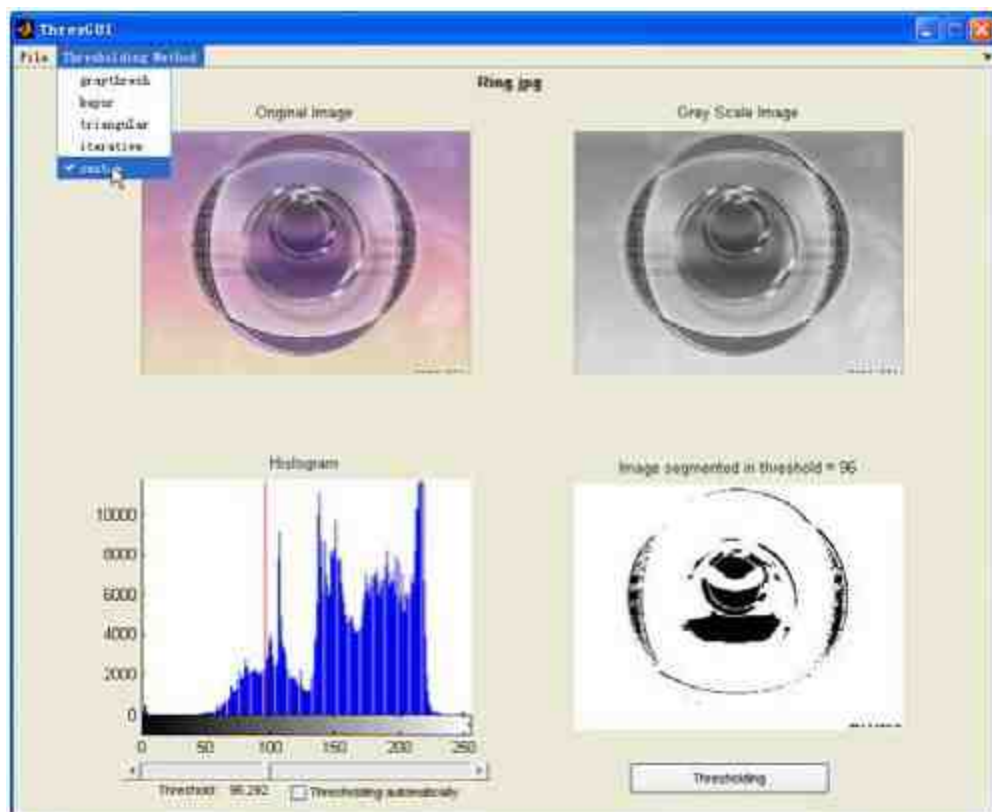

图16.4 完成后的GUI界面
**例16.2** 创建一个GUI对象，可以在该图形界面中实现图像转换等功能，其完成的最后结果如图16.4所示。
从图16.4可以看出，该图形窗口中的菜单选项是用户自定义的，而不是MATLAB默认的标准菜单。在本实例中，菜单选项并不复杂，只有两个菜单选项条：File和Thresholding Method，而且两个菜单选项都分别有一些子菜单选项，用以实现各种功能。